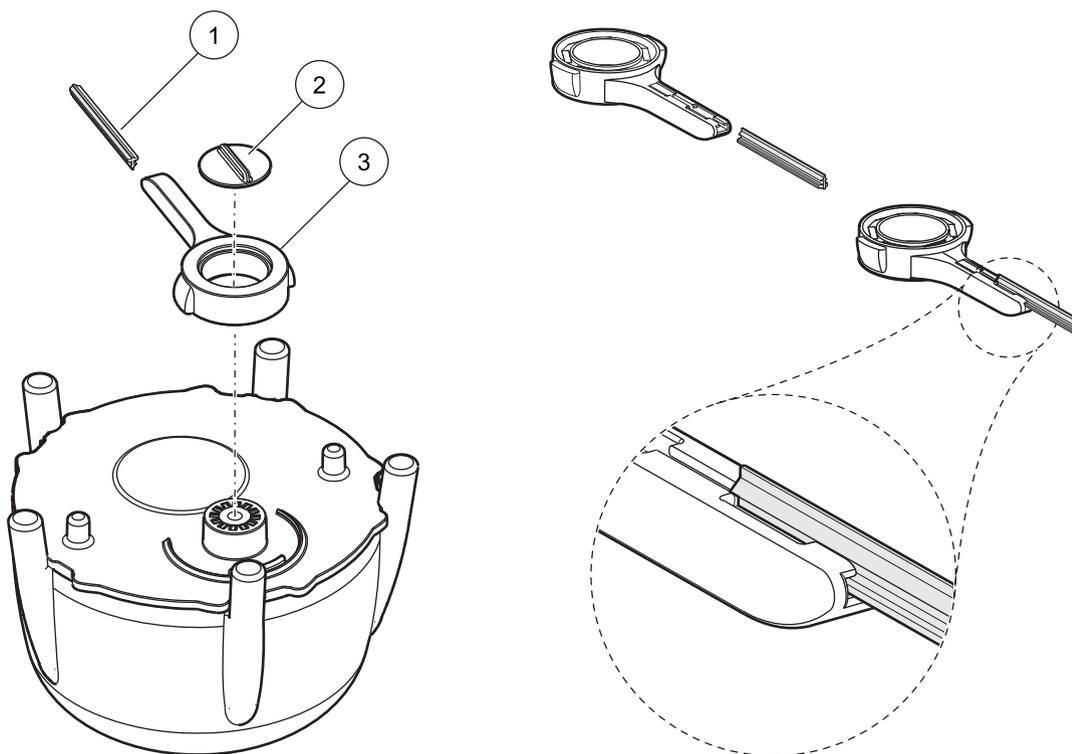

Figura 12 Unidad de rasqueta
El brazo de la rasqueta (consulte el elemento 3 en Figura 12) se desplaza al cambio de rasqueta hacia la posición central.
2. Quite el tornillo guía (consulte el elemento 2 en Figura 12) y quite el brazo de la rasqueta.
3. Tire del perfil hacia adelante (consulte el elemento 1 en Figura 12) para sacarlo del brazo de la rasqueta.